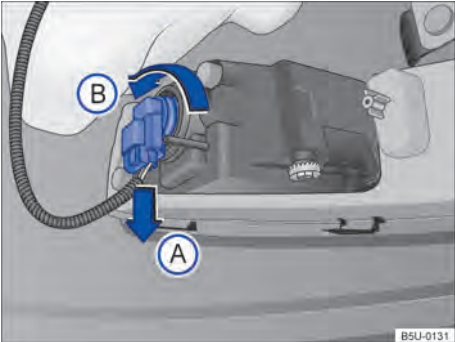

Fig. 176 Atrás do para-choque dianteiro: acesso à lâmpada incandescente do farol de neblina.
| 2. | Desencaixar o conector de alimentação da lâmpada \Rightarrow Fig. 176 no sentido da seta (A), pressionar, ao mesmo tempo, a trava de fixação do conector. |
| 3. | Girar o soquete da lâmpada \Rightarrow Fig. 176, no sentido anti-horário da seta (B), e desencaixá-lo do alojamento. |